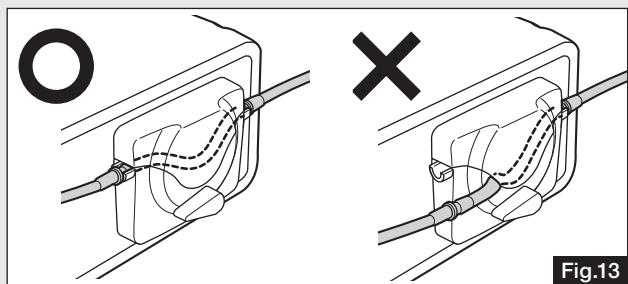

Fig.13
- Dopo aver accertato che il tubo per l'irrigazione sia correttamente posizionato sul rullo, ruotare in posizione chiusa "CLOSE" la manopola della pompa. Se si chiude la manopola mentre il tubo di irrigazione non è in posizione corretta, esso potrebbe danneggiarsi (Fig. 13).